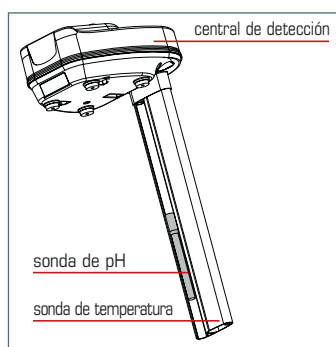

fig.4 - Confort™
- Retire la sonda de pH de su emplazamiento (fig.4) sin tirar del cable ni perder los anillos negros.